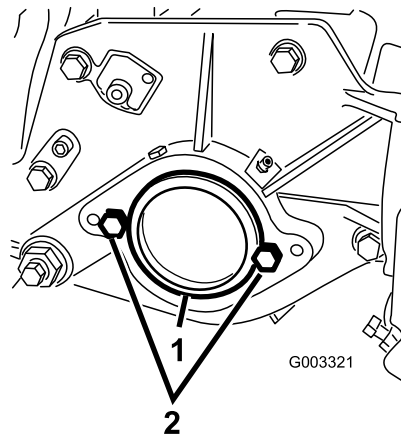

Figura 12
2. Sul lato destro dell'apparato di taglio, togliete il tappo in plastica dall'alloggiamento del cuscinetto (Figura 12).
3. Togliete le 2 viti a testa cilindrica dalla piastra laterale destra (Figura 12).
1. Tappo in plastica 2. Vite a testa cilindrica (2)
5. Montate, senza stringere eccessivamente, le 2 viti di montaggio del motore del cilindro sulla piastra laterale sinistra dell'apparato di taglio (Figura 12).